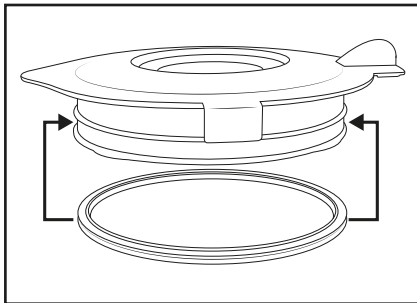

Fig. 3
- Pulire l'inserto mixer ❸ solo con uno spazzolino con il manico lungo, in modo da essere sicuri di non ferirsi con la lama da taglio ❹.
- Pulire il tappo dosatore ❶ e il coperchio ❷ con una soluzione saponosa delicata. Per la pulizia manuale è possibile togliere la guarnizione in gomma ❾. Assicurarsi che la guarnizione in gomma ❾ sia posizionata di nuovo correttamente prima di riutilizzare il coperchio ❷ (fig. 3).